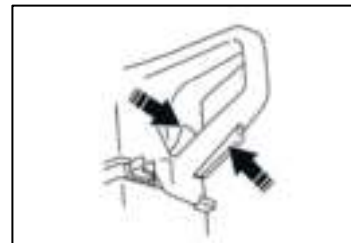

Рис. 19
8. После запуска нажмите и отпустите рычаг газа. Двигатель перейдет на холостые обороты (Рис. 19).